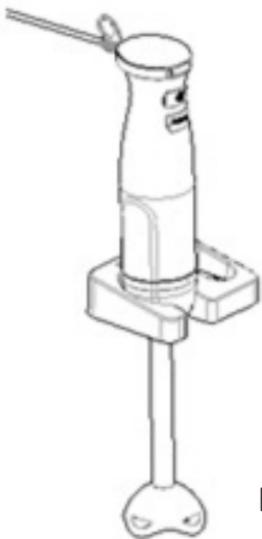

Fig. 4
6. Vuelva a montar el eje de la batidora y la unidad del motor y colóquelos en posición vertical en un soporte de pared (consulte la Fig. 4) o cuélguelos para ahorrar espacio.